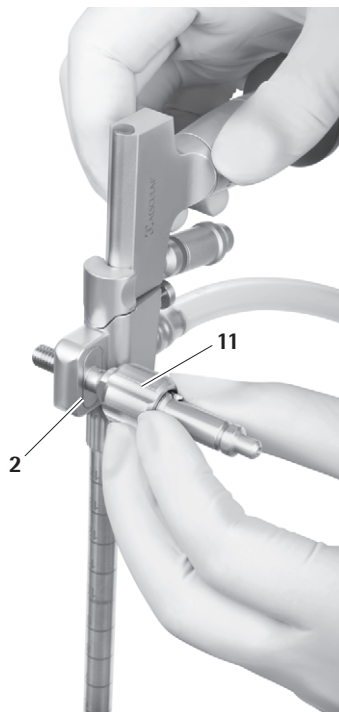

Fig. 18
- Enfoncer l'adaptateur pour bras de maintien 11 latéralement (au choix : à droite ou à gauche) dans l'alésage, jusqu'à ce que la bride s'enclenche dans la rainure prévue 2, qui sert à fixer le bras de maintien, voir Fig. 18.